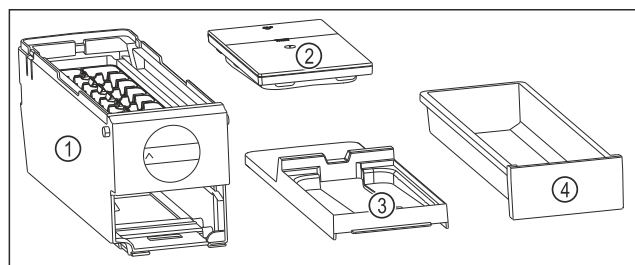

Fig. 119 Dele af EasyTwist-Ice
- ▷ EasyTwist-Ice er adskilt i fire dele. (se Fig. 119)
- ▶ EasyTwist-Ice må kun adskilles i de afbildede dele. (se Fig. 119)
- ▶ Rengør EasyTwist-Ice-legemet Fig. 119 (1) som en helhed.